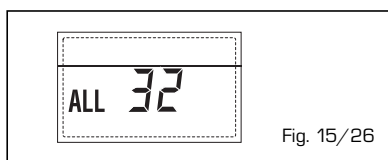

Fig. 15/26
- **ANOMALIA COMUNICAZIONE SCHEDINO RS-485 IN MODALITA' MODBUS "ALL 33" (fig. 15/27)**